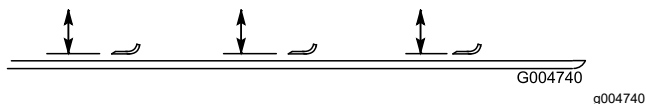

Рисунок 24
3. Поверните нож так, чтобы его концы были направлены вперед и назад, и измерьте расстояние между внутренней частью режущего блока и режущей кромкой в передней части ножа (**Рисунок 24**).